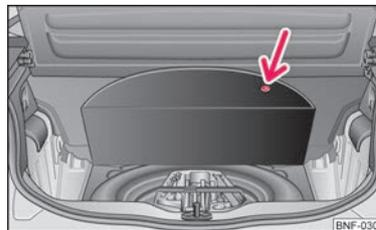

Fig. 100 Bagagliaio: Vano per attrezzi di bordo e ruota di scorta
Sollevare il rivestimento del piano di carico afferrandolo nella cavità (freccia) ⇒ fig. 100.
La ruota di scorta è disposta in una conca nel bagagliaio sotto il tappeto ⇒ fig. 100 ed è fissata per mezzo di una vite speciale ⇒ fig. 100.
- Prendere gli **attrezzi di bordo** e la **ruota di scorta** nella conca sotto il rivestimento del piano di carico del bagagliaio ⇒ **fig. 100**.